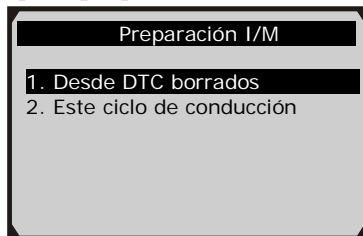

Figura 6.21
- 3) Si el vehículo admite los dos tipos de pruebas, ambas aparecerán en la pantalla para que pueda seleccionarlas. (Figura 6.21)